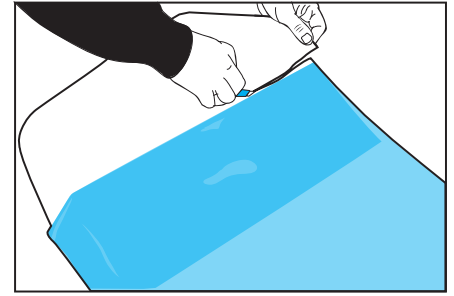

Figure 01
- › Retirer environ 10 cm de liner. (FIG. 01).